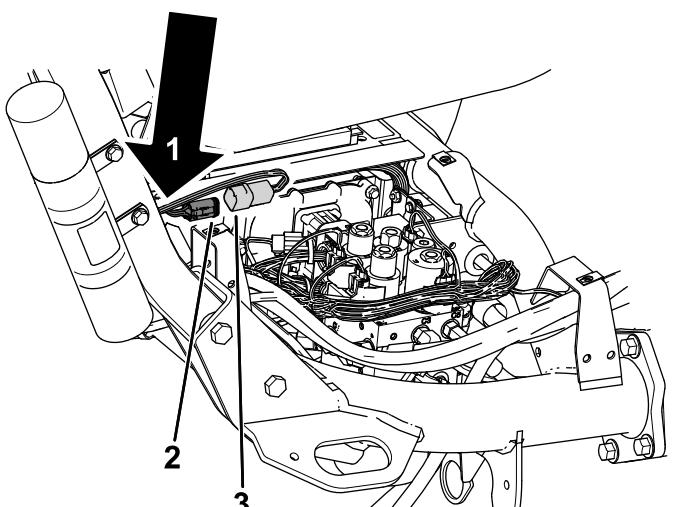

Figura 11
5. Enrute el arnés de cables hacia abajo por la barra antivuelco y conecte el conector del arnés de cables marcado P01 al conector del arnés de cables de la máquina marcado P49 (Figura 11).
6. Sujete el arnés de la telemática al arnés principal con una brida (Figura 11).